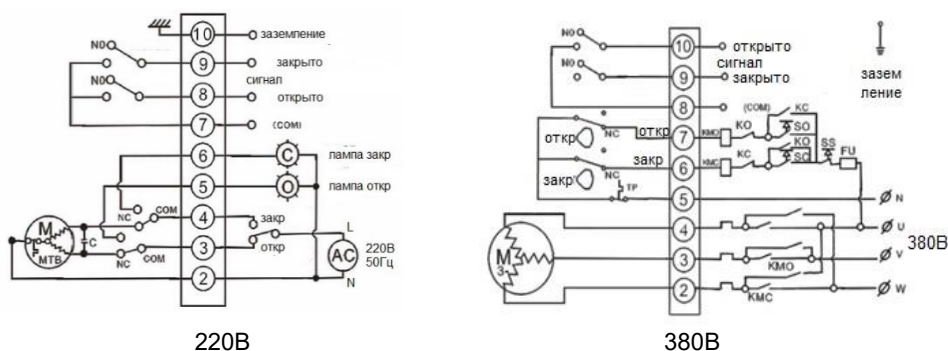

Рис.3
4.1. Принципиальная электрическая схема подключения электропривода BENARMO серии Q к сети Рис.3.